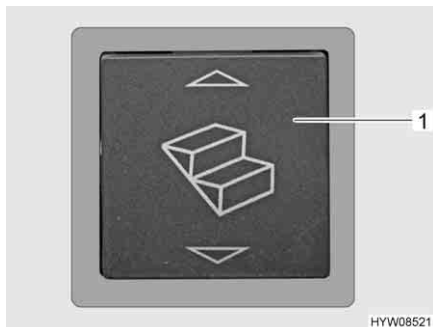

Fig. 4 Pulsante basculante dello scalino di ingresso (zona di ingresso)
- Premere il pulsante basculante (Fig. 4,1) nella zona di ingresso.